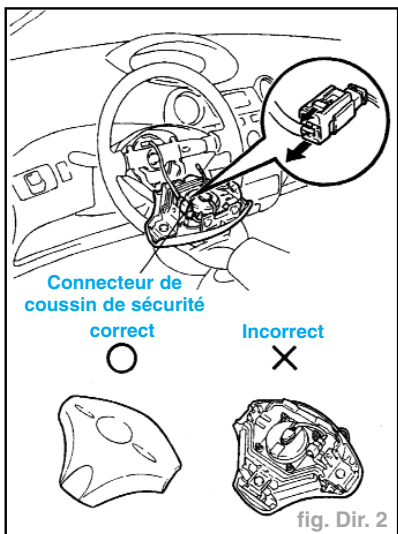

fig. Dir. 2
- Sortir le rembourrage du volant de direction, puis débrancher le connecteur du coussin de sécurité (fig. Dir. 2).
- Débrancher la borne (fig. Dir. 2).